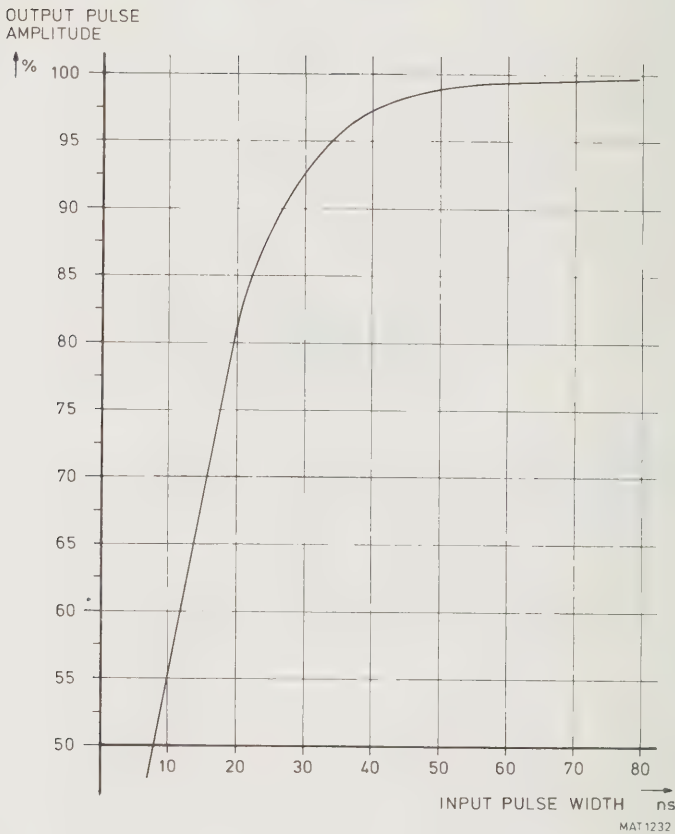

Fig. 4.7. Largeurs de l'impulsion d'entrée de détection de crête par rapport à l'amplitude de l'impulsion de sortie (typique).
- la détection des signaux parasites de très courte durée (glitch); les impulsions d'une largeur de 10 ns continuent à être captées avec une amplitude de 50%. (Voir fig. 4.7.)